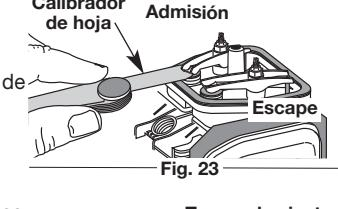

Fig. 23
- Limpie la suciedad alrededor de la tapa del balancín. Quite el tornillo que sostiene la tapa del balancín con un destornillador grande plano o Torx T-25 (Fig. 23). Quite la tapa del balancín y la junta.
- El pistón esté en el máximo de su recorrido al mirar por el orificio de la bujía (Fig. 23)